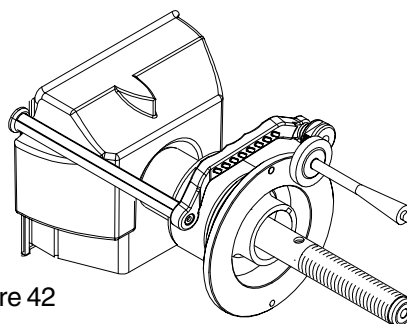

Figure 42
2. Tirer le dispositif de mesure distance vers la bride externe du collier de support, utiliser le bout plat du poids de calibrage comme repère. Après une courte sonnerie, la machine affiche **"bAC H POS"**. Ramener le bras dans la position de repos. Voir Figure 42.